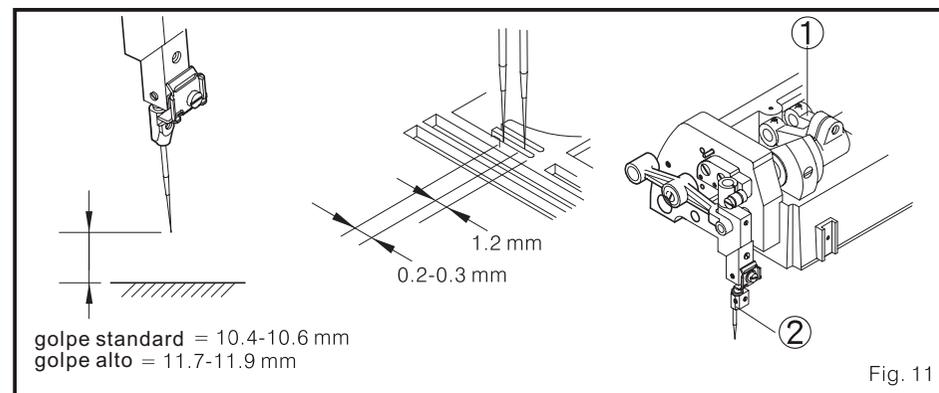

Fig. 11
1. Relação entre a agulha e a chapa de agulha (Fig. 11)